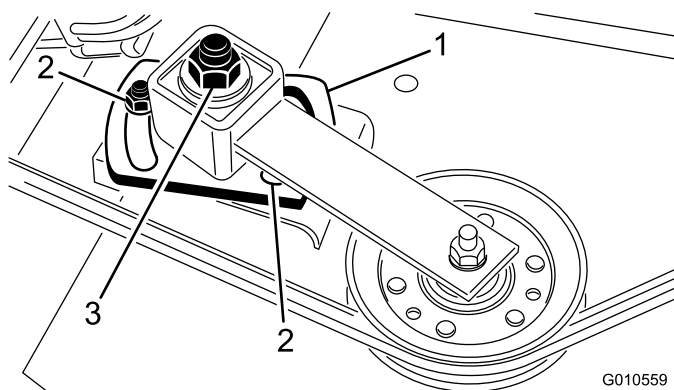

Figura 30
5. Utilize uma chave e chave dinamométrica para apertar a porca de ajuste intermédia a 47 a 54 Nm (Figura 30).